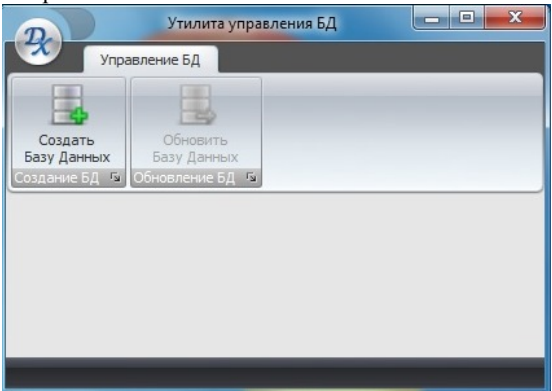

рис. 51
3.2 Запустить утилиту для создания базы данных «Настройка БД», нажать кнопку «Создать Базу Данных» рис. 51: